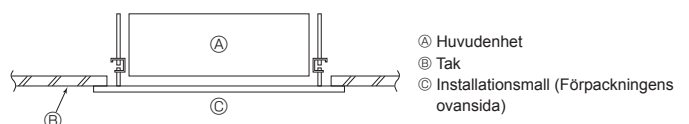

Fig. 3-8
3.7. Bekräfta huvudenhetens positionering och drag åt upphångningsbultarna (Fig. 3-8)